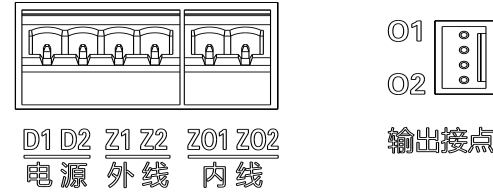

图 3-3
6) 本家用火灾报警控制器接线端子示意图如图 3-3 所示，具体接线说明如表 3-1。